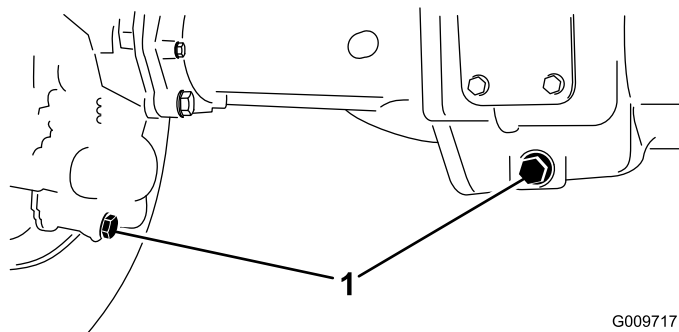

図 45
2. ドレン・プラグ (図 45 ; 左右端に 1 個と中央に 1 個、全部で3個ある) の周辺をきれいに拭く。